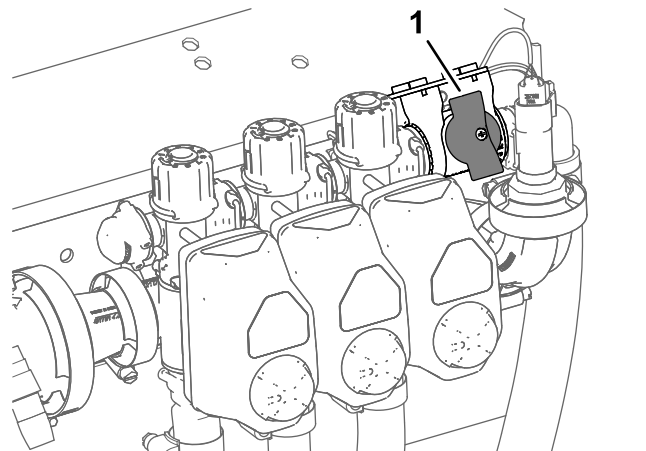

Figure 33
4. Pour les machines fonctionnant en mode débit d'application, vérifiez que le bouton de la vanne de coupure de dérivation de section à la position fermée (Figure 33).
5. Pour les machines fonctionnant en mode débit d'application, vérifiez que la vanne de coupure de dérivation de section est fermée (Figure 33).